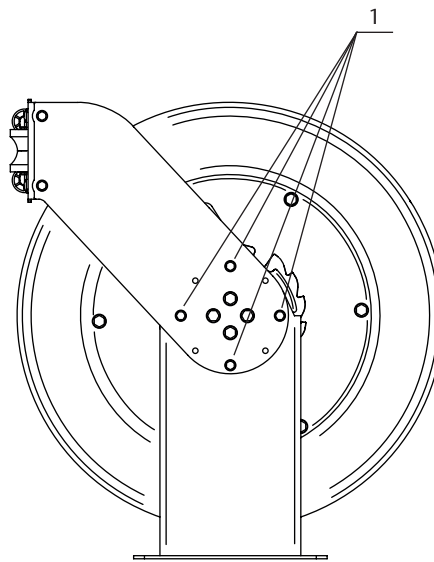

FIG. 2
To position these guide arms, loosen and remove the screws (1) (fig. 2) in both arms. At this moment, the spool and the guide arms become loose from the reel frame. Then, just position the guide arms in the desired position and fix them with the same screws.
Para posicionar los brazos guía, es necesario aflojar y quitar los tornillos (1) (fig. 2) en ambos brazos. En ese momento el tambor junto con los brazos guía quedan sueltos del bastidor. Se procede entonces a cambiar los brazos a la posición deseada y a volver a fijarlos con los mismos tornillos.
Pour positionner les bras de guidage du flexible il est nécessaire de desserrer et de retirer les vis (1) (fig. 2) des deux bras. A cette étape, le tambour et le bras de guidage sont désolidarisés du cadre. Placer ensuite les bras à la position désirée et refixez-les avec les mêmes vis.
Um die Führungsarme in die gewünschte Stellung zu bringen, müssen die Schrauben (1) (Abb. 2) an beiden Armen gelöst und entfernt werden, so dass die Trommel zusammen mit den Führungsarmen vom Rahmen getrennt ist. Daraufhin können die Arme in die gewünschte Stellung gebracht und mit denselben Schrauben wieder befestigt werden.